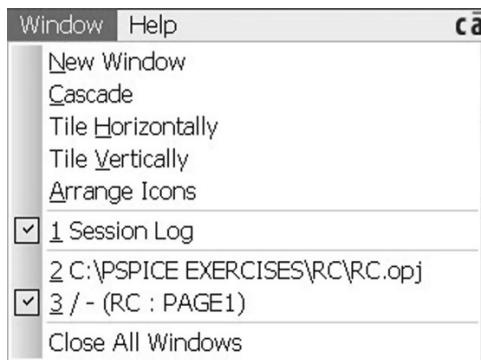

图 2.28 选择项目管理器
10. 通过菜单 **Window > <project path > \ RC. opj file**（见图 2.28）或者图